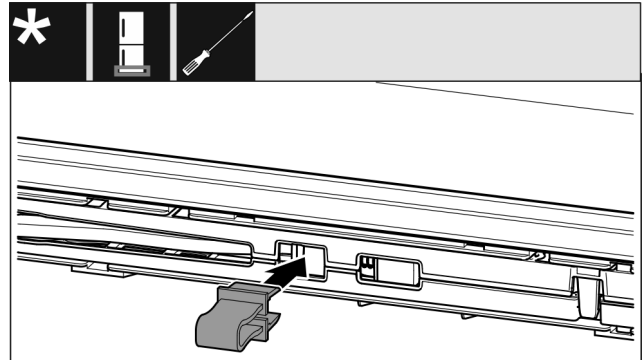

Fig. 14
- ▶ Lad sikringen klikke på plads i åbningen Fig. 14 ().